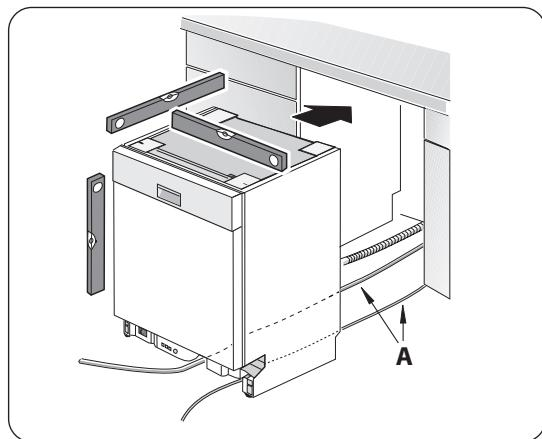
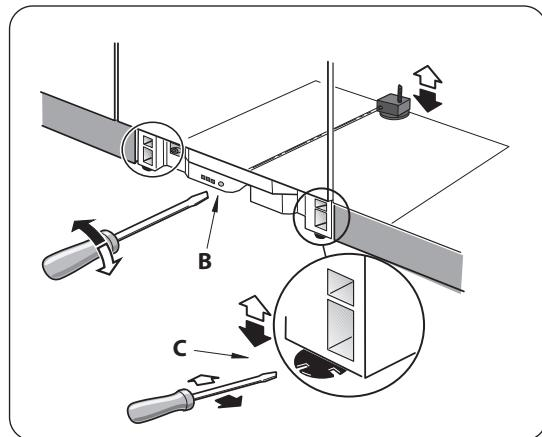

Figure 19
Figure 20
- 2) Positionner le lave-vaisselle assez près de l'ouverture pour acheminer le tuyau de vidange à la connexion du drain d'évier. S'assurer que la canalisation en eau haute et le câble électrique sont dans leurs rainures sous la base de l'appareil comme à la figure 19, lettre A.
- 4) Vérifier le niveau comme à la figure 19. Régler le pied nivleur arrière en tournant la vis centrale devant le lave-vaisselle comme à la figure 20, lettre B. Tourner dans le sens horaire pour éléver l'arrière de l'appareil. Régler les pieds niveleurs avant avec un tournevis comme à la figure 20, lettre C. Tourner vers la droite pour soulever. Si une hauteur additionnelle est nécessaire, il faudra peut-être des cales sous le pied nivleur.